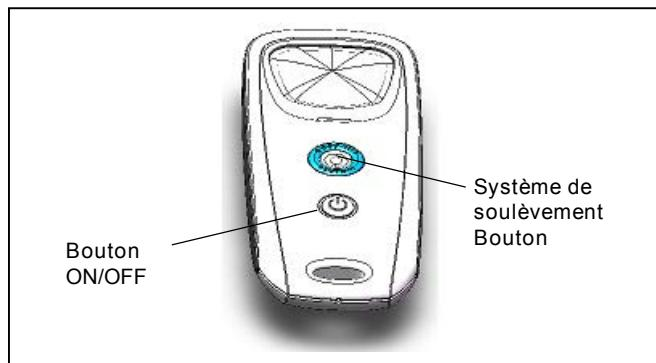

Figure 20. Télécommande 9550 Sport/P955
- Appuyer sur  (voir Figure 20) pendant 3 secondes. L'écran affichera **[---]** pour indiquer que le robot fonctionne actuellement en mode télécommande.
- Pour faire sortir le robot de l'eau à l'aide de la télécommande, appuyer sur  (voir Figure 20).